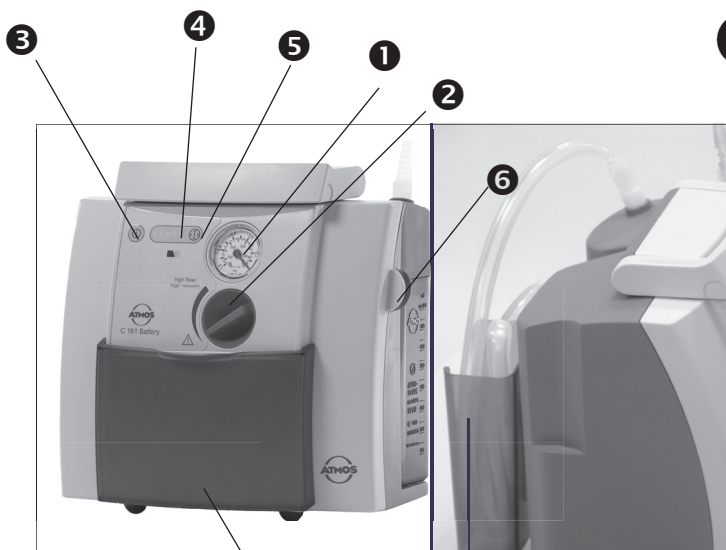

Bild 2.
- Prüfen Sie ob der Akku vollständig geladen ist, drücken Sie hierzu Akkutest-Taste ⑤ (Bild 2,)! Bei vollständiger Ladung leuchten alle Anzeigeelemente (Bild 2, ④) auf. Ist dies nicht der Fall bitte Akku aufladen (siehe Kapitel 3.4)